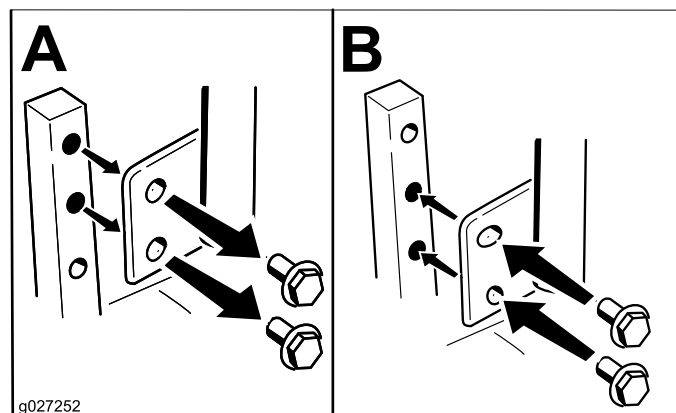

Figura 11
Potete regolare le leve di controllo del movimento più in alto o in basso al fine di ottenere il massimo comfort (Figura 11).
2. Allentate il bullone inferiore appena a sufficienza per ruotare la leva di controllo in avanti o all'indietro (Figura 11).